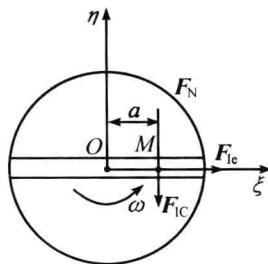

图 1-8
**1-6** 图 1-8 所示水平圆盘绕  $O$  轴转动, 转动角速度  $\omega$  为常量。在圆盘下沿某直径有光滑滑槽, 一质量为  $m$  的质点  $M$  在槽内运动。如质点在开始时离轴心的距离为  $a$ , 且无初速度, 求质点的相对运动方程和槽的动约束力。